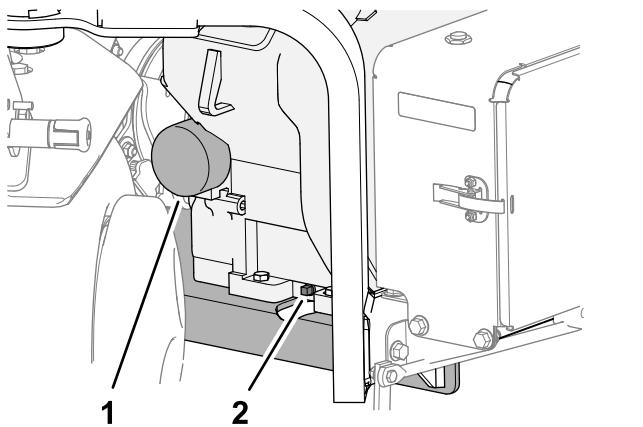

Figura 161
3. Coloque un recipiente debajo del tapón de vaciado del aceite y retire el tapón (Figura 161).
- Coloque un recipiente poco profundo debajo del filtro y retire el filtro (Figura 161).
- Enrosque el filtro de aceite en el adaptador del filtro hasta que la junta entre en contacto con el adaptador (Figura 161) y, a continuación, apriete el filtro media vuelta más.